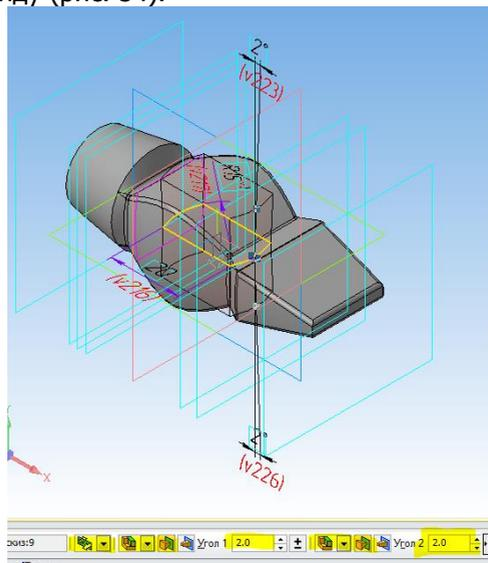

Рис. 54.
16. Выполните команду Вырезать выдавливанием, указав только что построенный эскиз. Выберите параметры: *Два направления* и *Через все*. Задайте дважды *Уклон наружу*, равный  $2^\circ$ . Завершите команду (рис. 54).